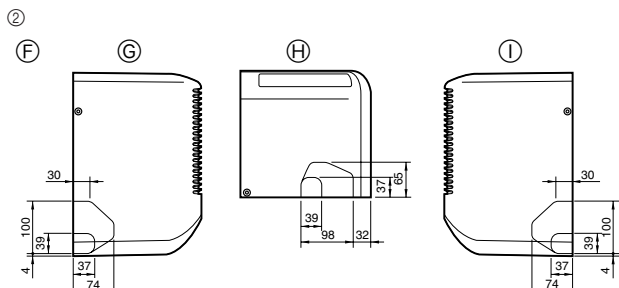

Fig. 4-4
- ② Fastställ positionen för de borttagbara hålen på enhetens kropp (Fig. 4-4)